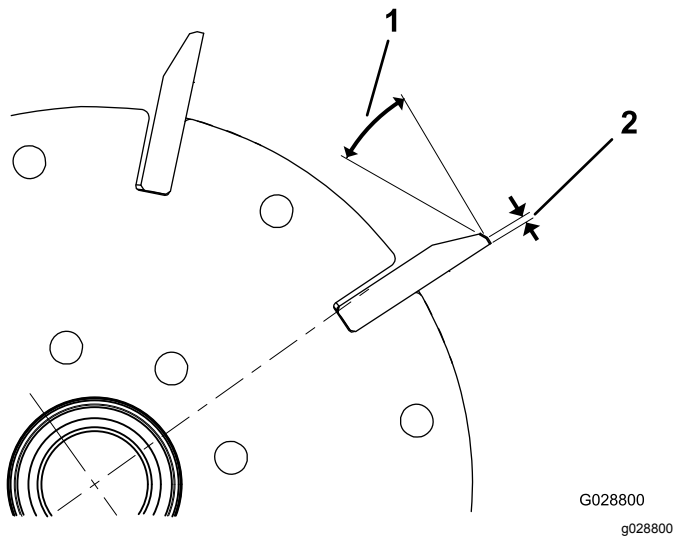
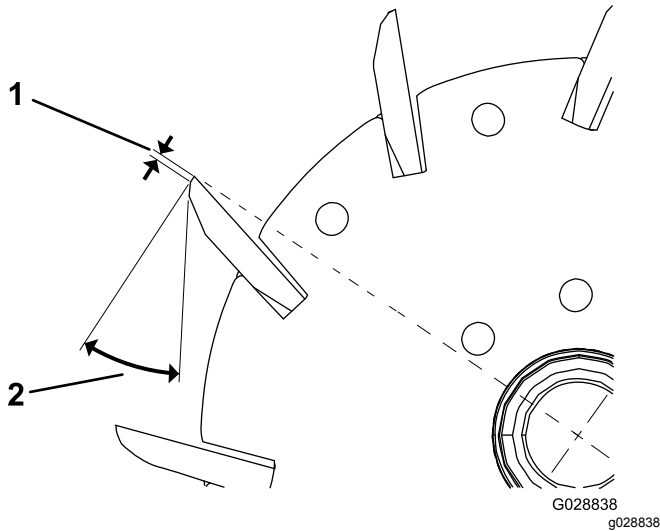

Figura 13
Figura 14
1. Afile todas las cuchillas con un rebajo de 30 grados hasta que la anchura de la superficie de incidencia sea de 1,3 mm (Figura 13 y Figura 14).